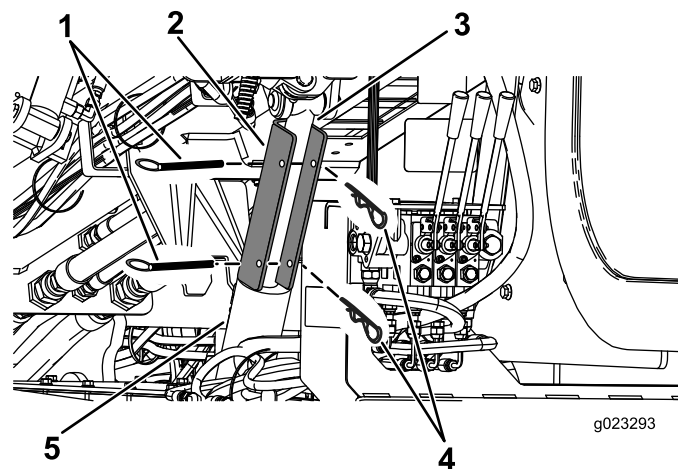

Figura 97
4. Posicione a trava do cilindro sobre a haste do cilindro (Figura 97).
5. Prenda a trava do cilindro com a cavilha e o contrapino (Figura 97).
4. Retire o contrapino e o pino de fixação da trava do cilindro (Figura 97).